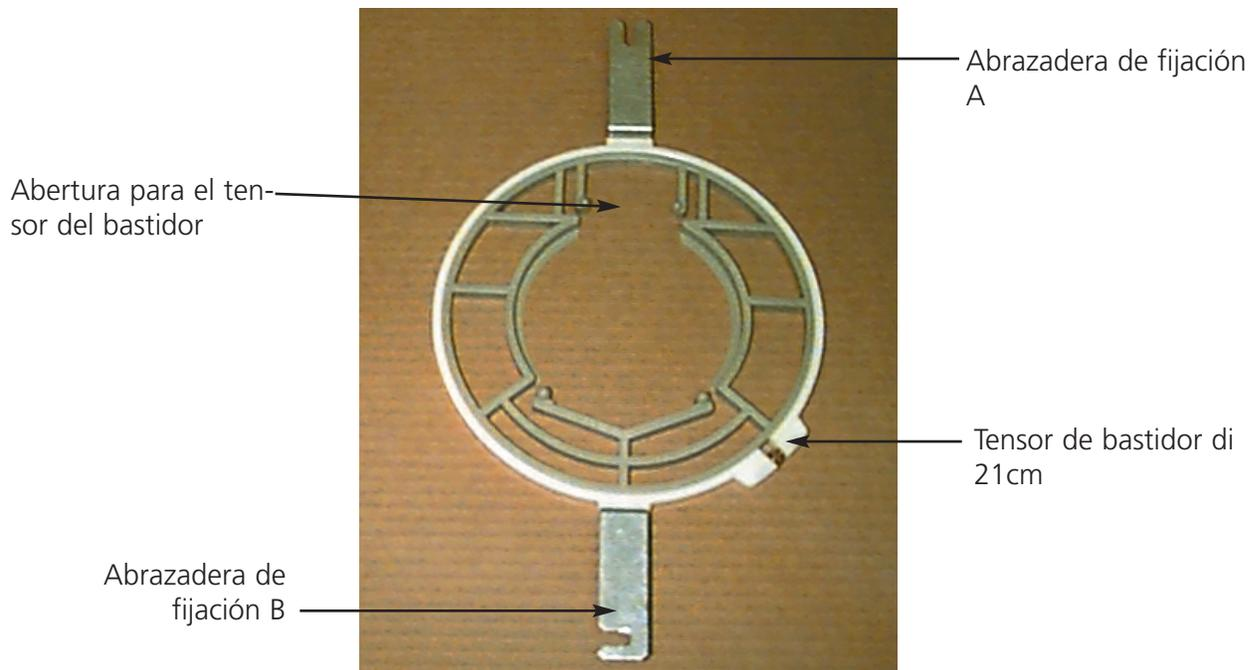

Figura 3-15
2. Aparten el bastidor interior del bastidor de 21cm con los dos soportes (como mostrado en la Figura 3-15).
3. Introduzcan el bastidor que quieren utilizar de tal modo que la abertura en el bastidor en tela de araña para el tensor del bastidor esté centrada en la ranura apuntando hacia la parte trasera (abrazadera de sujeción A en la Figura 3-15). Fijen el bastidor en tela de araña en el tensor del bastidor de 21cm.
4. En cuanto a la Figura 3-15, empujen la abrazadera de sujeción A en su sitio, sobre el tornillo de mariposa en la parte trasera del bastidor en tela de araña, luego giren la abrazadera de sujeción B en su sitio, sobre el tornillo de mariposa en la parte delantera del bastidor en tela de araña.